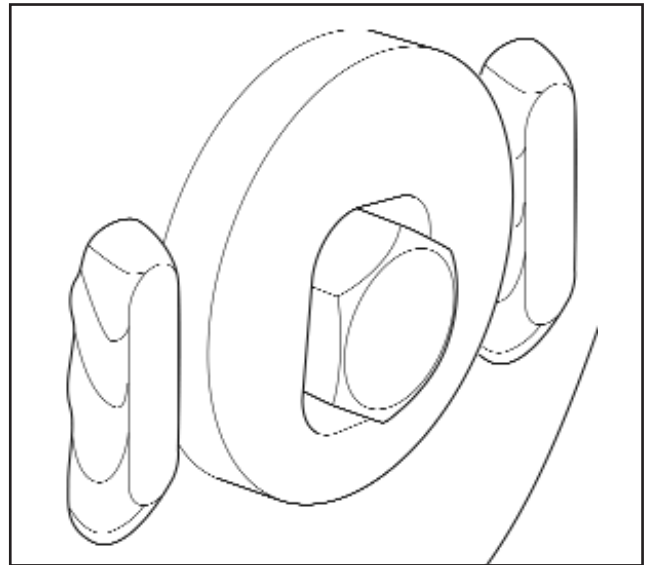

Fig 5.1
3. A l'aide d'une clé à ergot de 36 mm, desserrer les axes de pivot des deux côtés. Placer une clé de 36 mm sur un bossage extérieur (bossage excentrique) (figure 5.1), puis tourner dans la direction souhaitée pour obtenir une mesure égale de chaque côté du pivot d'attelage.